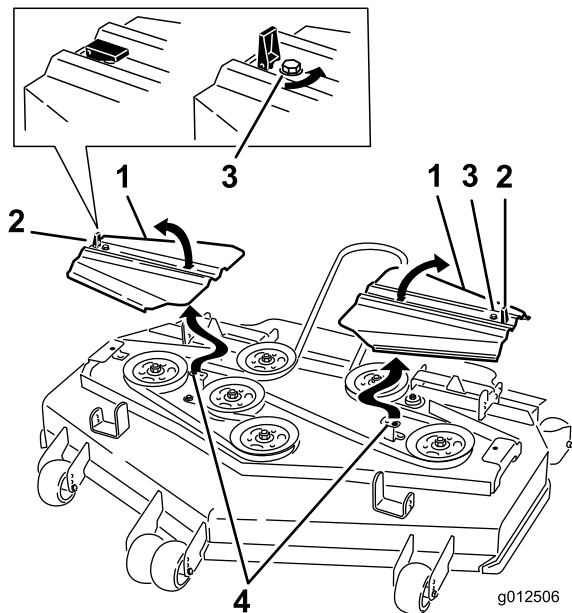

Figura 62
12. Montate i copricinghia inserendo le linguette nelle fessure. Montate il coperchio e chiudete i fermi (Figura 62).